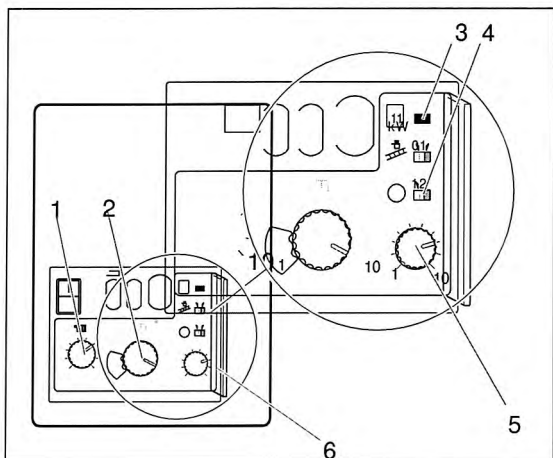

Fig. 24 Niveau de service
Légende fig.24 :
Régler le régulateur (fig.24, pos. 1) à la température de départ maximale souhaitée, selon la détermination de l'installation et selon le tableau 3.
Ouvrir la protection du second niveau de service (fig.24, pos. 6).
Régler la puissance de chauffe en fonction des besoins thermiques (tableau 5) au niveau du régulateur (fig.24, pos. 5), en tenant compte des pertes de puissance liées au système d'évacuation des fumées (tableau 6)